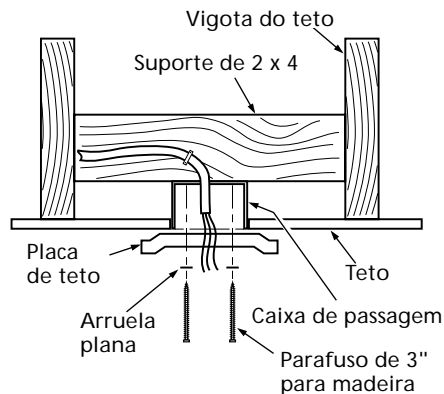

Figura 2c - Prendendo a Placa de teto em um suporte de 2 x 4
5. Coloque uma arruela plana em cada um dos dois parafusos de 3" e passe os parafusos através dos furos com fendas na placa de teto conforme mostrado na Figura 2c.